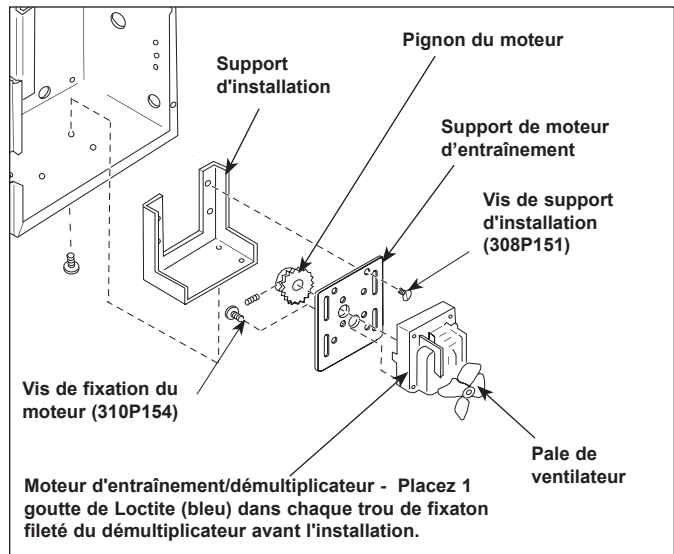

Figure 10. Remplacement du moteur d'entraînement et d'une pale de ventilateur
2. Débranchez les fils du moteur, puis retirez le moteur d'entraînement et son support (Figure 10). Jetez les vis du support 8-32 x 7,9 mm (5/16 po).
6. Attachez le pignon du moteur au démultiplicateur, comme indiqué à la figure 10.